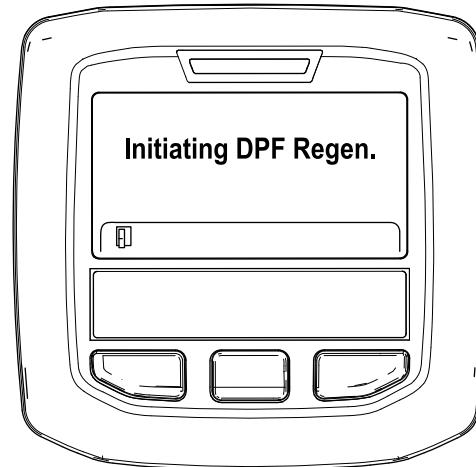

Figura 53
- Viene visualizzato il messaggio "Inizializzare Rigen. FAP" (Figura 53).